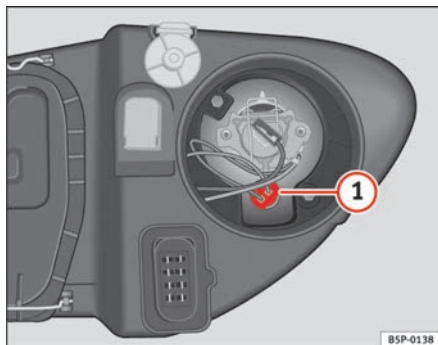

Abb. 169 Standlicht
- Die Fassung ⇒ Abb. 169 **1** herausnehmen.